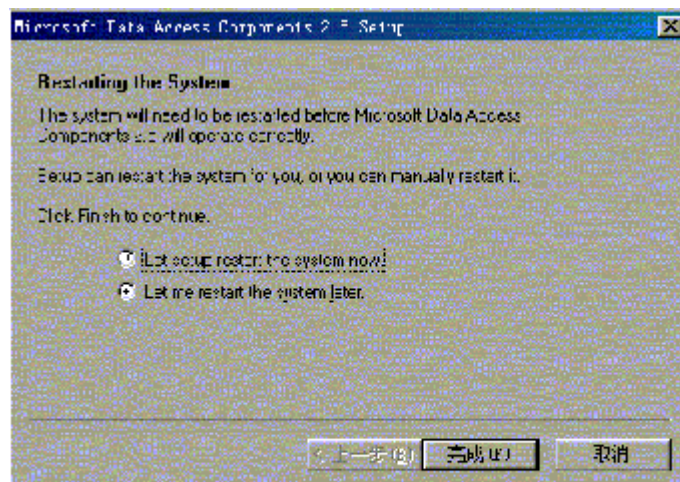

图 9-7 ODBC 安装完成信息框
(8) 单击【Next】，接受协议，系统拷贝ODBC文件，完成后弹出如图9-7所示的对话框，选择“Let me restart the system later”，单击【完成】，继续拷贝其它程序块。